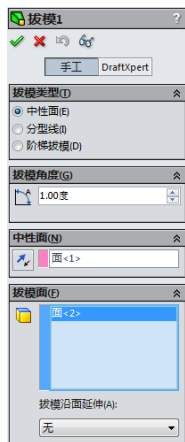

图 3-115 “拔模”属性管理器
**05** 执行拔模命令。在菜单栏中选择“插入”→“特征”→“拔模”命令，或者单击“特征”工具栏中的“拔模”图标按钮，此时系统弹出如图 3-115 所示的“拔模”属性管理器。